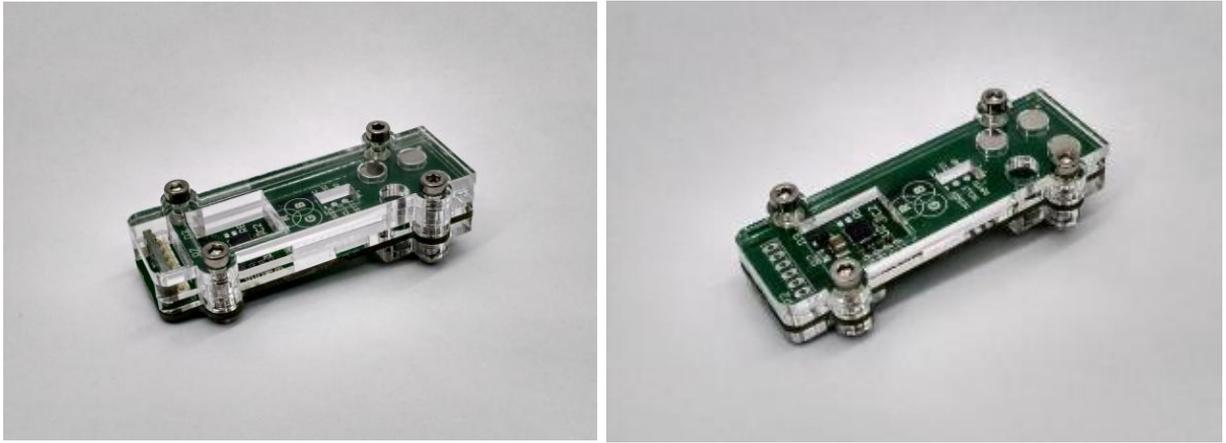

Рисунок 14 – Датчики цвета RGB
- два датчика цвета RGB (рисунок 14);